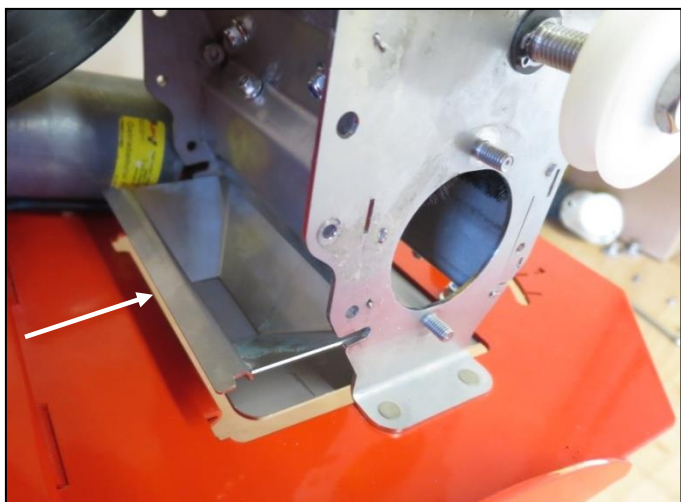
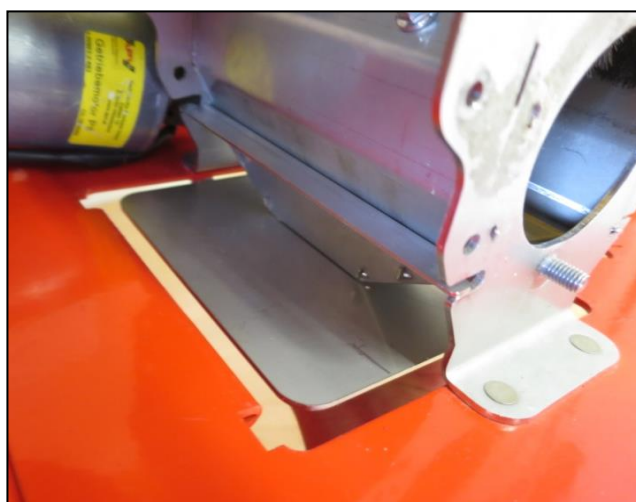
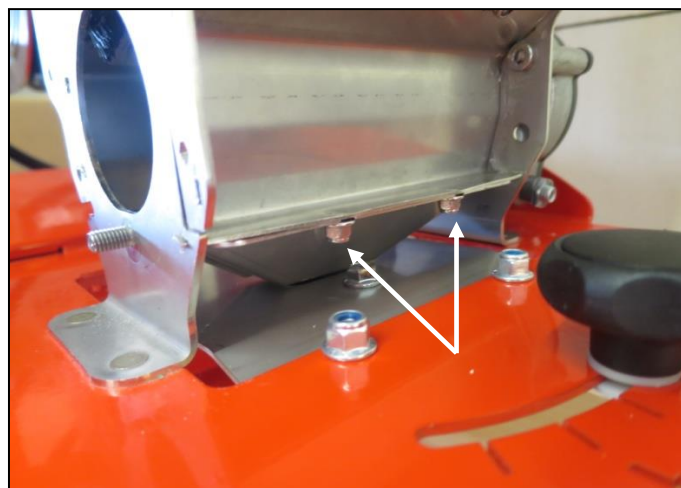

Abb.: 123
Abb.: 124
Abb.: 125
- Der Trichter wird in Pfeilrichtung (Abb.: 123, Abb.: 124), mit den Einkerbungen nach vorne zeigend, von hinten in den Rahmen geschoben. Befestigen Sie den Trichter, wie auf Abb.: 125 gekennzeichnet, mit 2 Flanschnuttern (BN14476-M4).